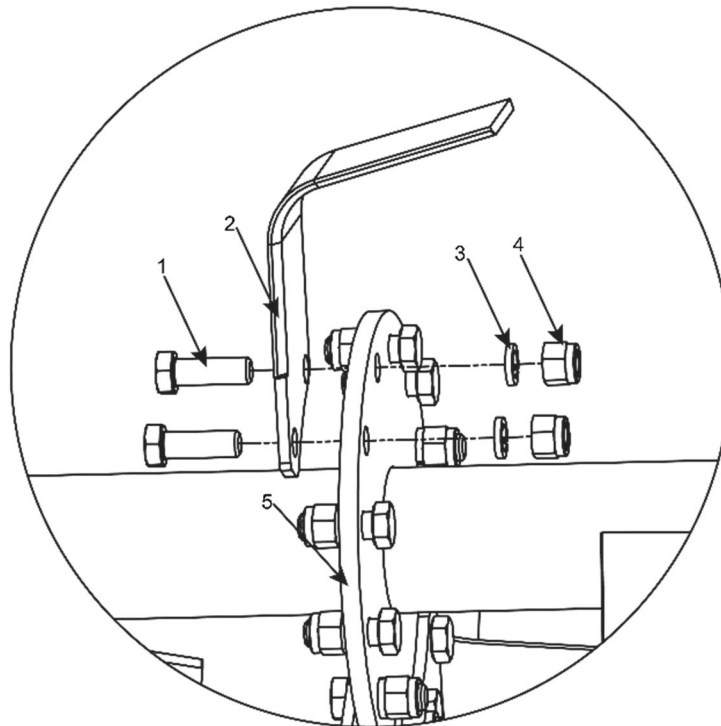

Figure 16
4. Installez la lame avec le boulon, les rondelles, la rondelle élastique et le contre-écrou, comme indiqué sur **la figure 16**.